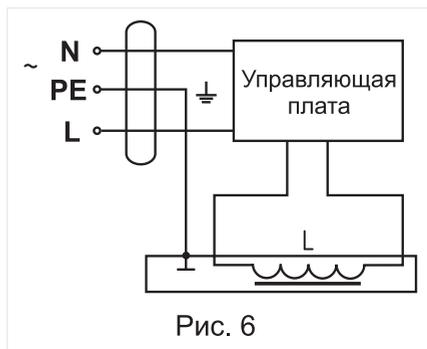

Рис. 6
4.3.6 Электрическая схема подключения клапана приведена на рис. 6. Обозначение контактов на схеме соответствует их маркировке на концах проводов.